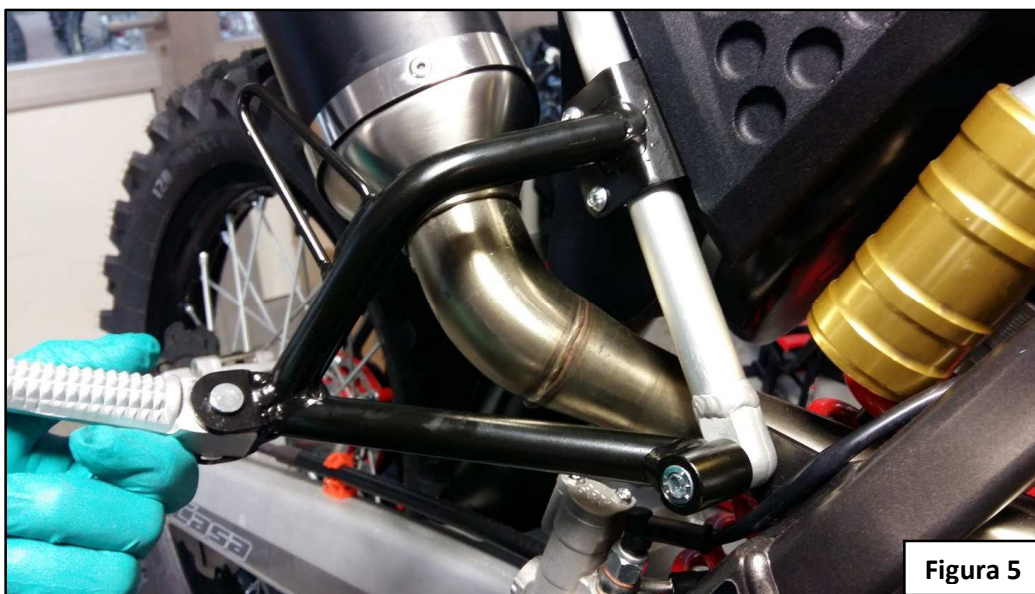

Figura 5
- nel caso di veicolo con il telaio in alluminio il distanziale L12 non è necessario (figura 5).